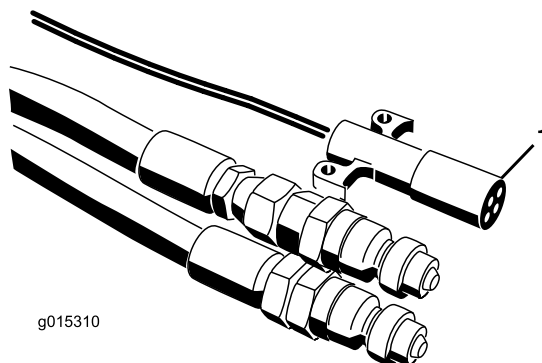
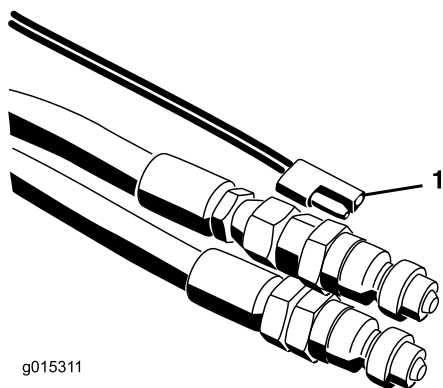

図 21
図 22
7. 電源ハーネスを牽引車両に接続する 図 21 と 図 22。SH モデルでは、ON/OFF ペンダントを運